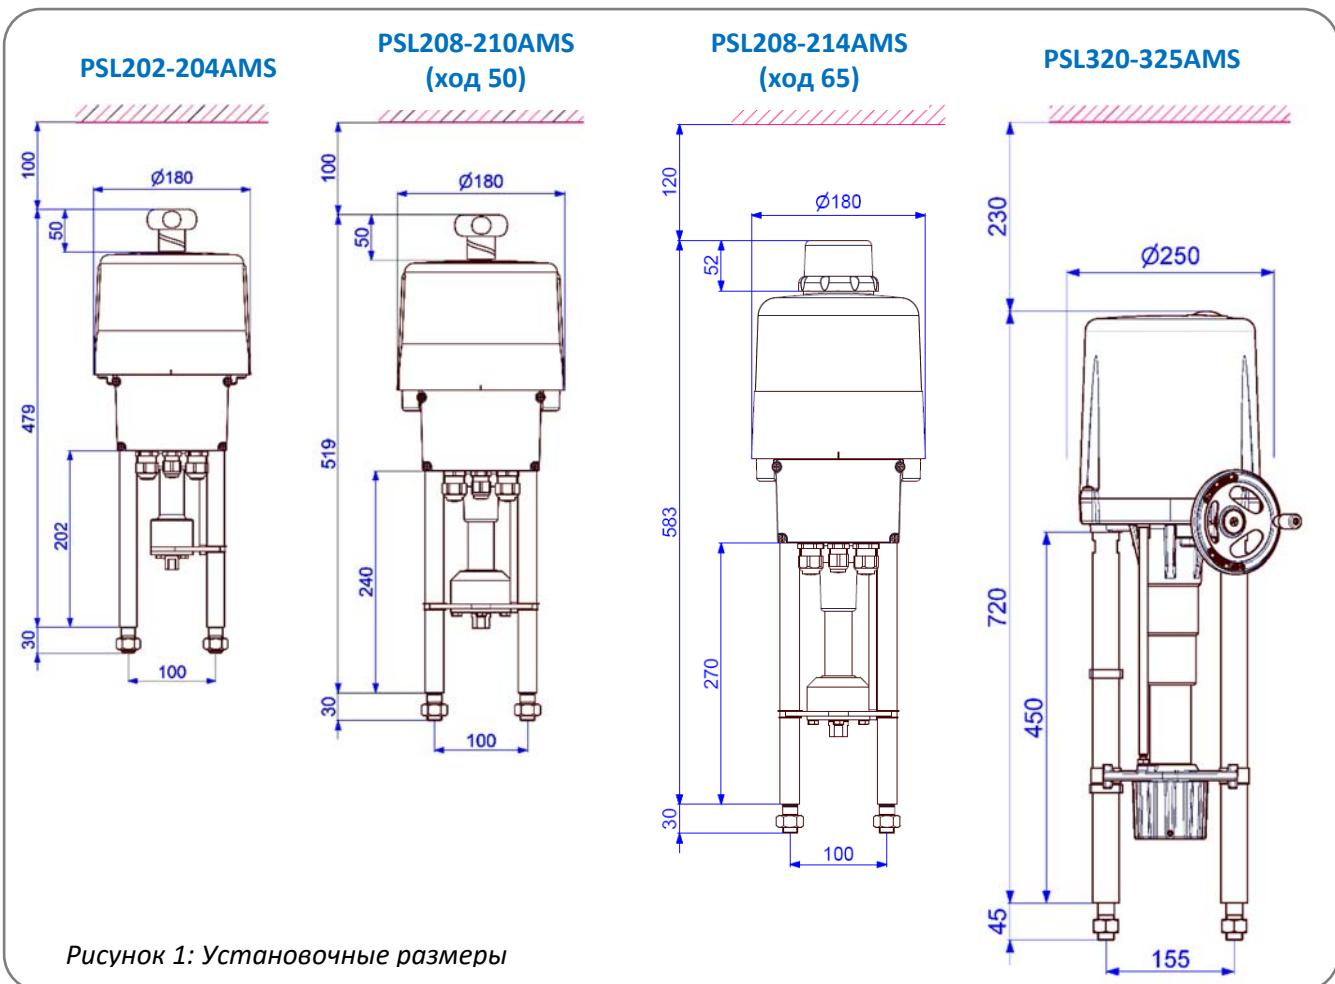

Рисунок 1: Установочные размеры
- При установке приводов оставляйте достаточно места, чтобы можно было снять крышку (Рис. 1).